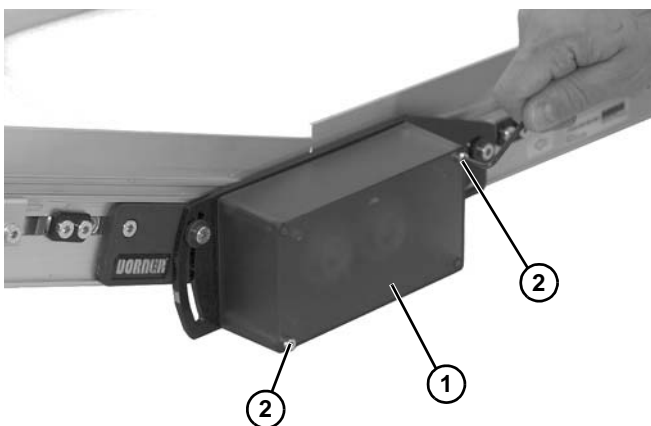

Figura 83
12. Instale la cubierta (Figura 83, artículo 1) y los dos tornillos (Figura 83, artículo 2). Apriete suficiente los tornillos para que la cubierta quede sujeta.